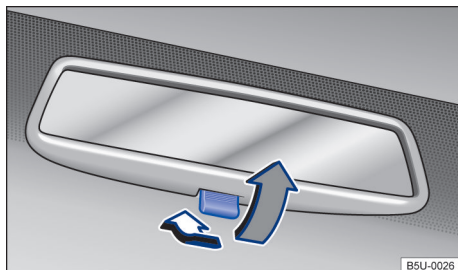

Fig. 67 No para-brisa: espelho retrovisor interno com antifuscante manual.
- Posição noite: puxar a alavanca → Fig. 67 (seta cinza), para evitar o ofuscamento dos faróis dos veículos que trafegam atrás.